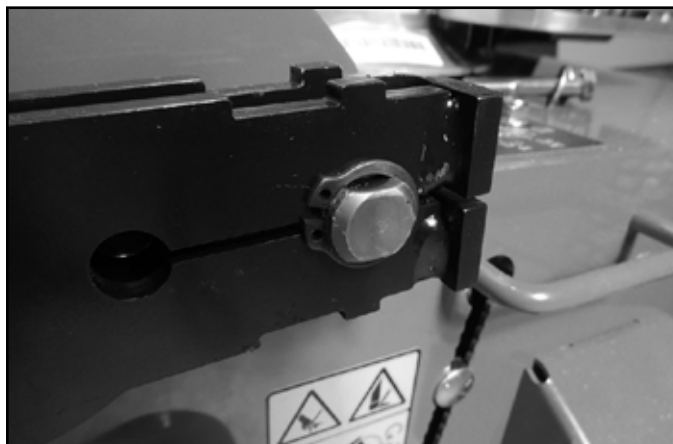

Fig. 081
12. Install the snap ring (Fig. 081).